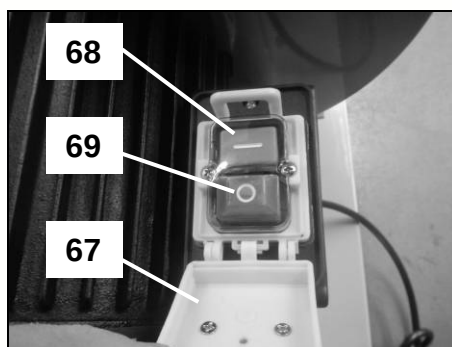

Fig 29
- Appuyez sur le bouton vert de l'interrupteur (68) (marqué « I ») et abaissez le couvercle "arrêt coup de poing" (67) sans le fermer (Fig 29). Restez vigilant et soyez prêt à l'actionner en cas de danger ou de problème.
- Arrêtez l'appareil en appuyant sur le bouton rouge (69) (marqué « 0 »).